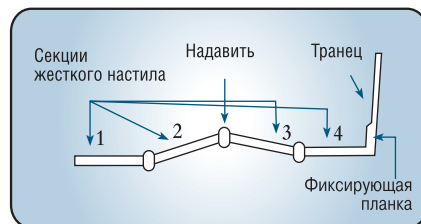

рис. 2
- Установите пайол **4** встык с транцем лодки под фиксирующую планку (рис. 2).